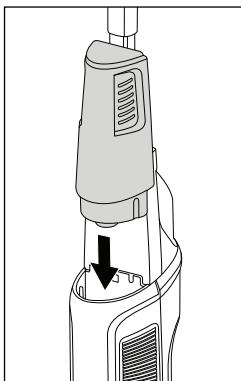

Afb. 9
- ◆ Vul het schoonwaterreservoir 11 voor grote oppervlakken (tot 55 m2) tot de derde peilstreep met leidingwater of gedestilleerd water (zie afb. 9).
- ◆ Voeg aan het water in het schoonwaterreservoir 11 voor grote oppervlakken (tot 55 m2) tot de vierde peilstreep schoonmaakmiddel toe (zie afb. 9).